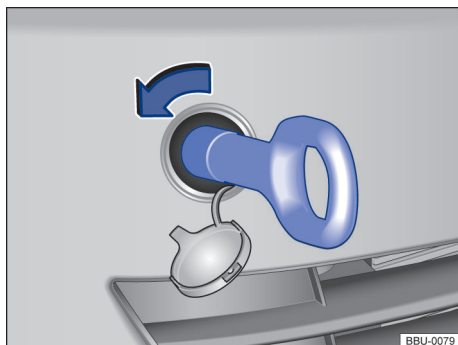

Fig. 167 No lado direito do para-choque dianteiro: rosquear a argola de reboque.
- Enrosque a argola de reboque no alojamento → Fig. 167 girando-a ao máximo **no sentido horário** → ⌚. Utilize um objeto adequado com o qual possa ser rosqueada de modo completo e firme a argola de reboque em seu alojamento.